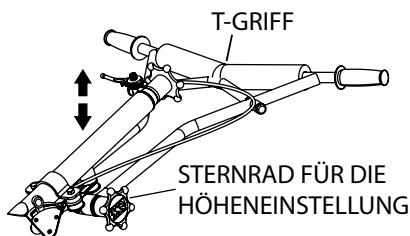

Abbildung 5. Einstellen der Stangenhöhe
2. Um die Höhe des T-Griffs einzustellen, lockern Sie das Sternrad (Abbildung 5) und bringen Sie den T-Handgriff in die gewünschte Position.